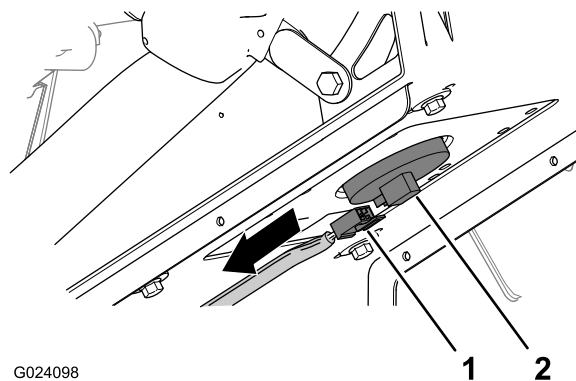

Figura 4
1. Desconecte el conector eléctrico del arnés de cables del chasis que está conectado al conector del interruptor del asiento (Figura 4).